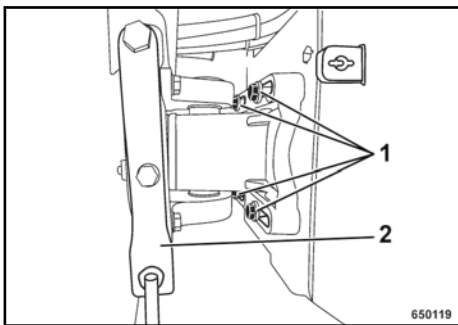

Fig. 81
↪ Fig. 81.
Soltar el seguro para la articulación de codo (2) ↪ Fig. 81 y fijarlo en el soporte.